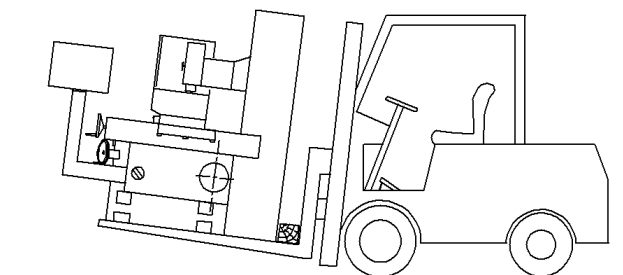

Рис.4.2.2
- (1) Масса станка составляет 820 кг
- (2) Грузоподъемность погрузчика должна превышать вес перемещаемого груза.
- (3) Способ транспортировки показан на Рис.4.2.2, длина вилок погрузчика должна быть достаточной, чтобы они проходили по всей длине станка